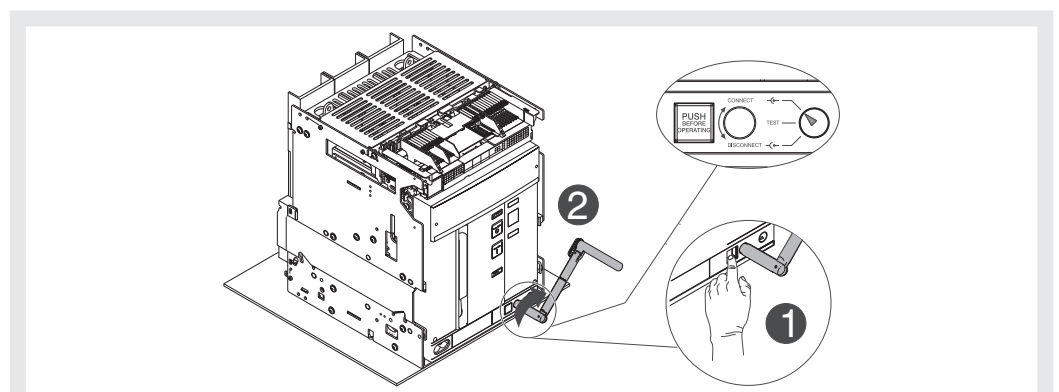

Figura 46
11. Premere il pulsante di blocco e ruotare la manovella in senso orario fino a quando il pulsante fuoriesce ed il segnalatore indica che l'interruttore è in posizione **CONNECT**. Vedi Figura 46.